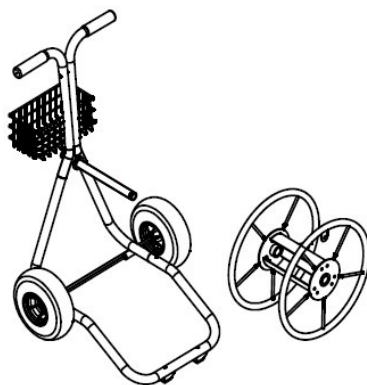

fig. 7
7. Glissez la bobine assemblée (fig. 7-1) sur le cadre tubulaire (n° 4). Consultez la fig. 7.